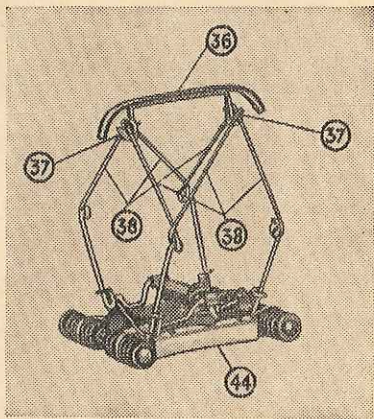

Abb. 7
Beim Fahren mit Oberleitung unterliegt der Schleifbügel (36) natürlich auch einer Abnützung. Das Auswechseln kann bei Beachtung des Nachstehenden von jedermann ausgeführt werden. Die beiden nach oben gestellten Lappen unter dem Schleifstück (37) werden waagrecht nach außen gebogen, die Scheren-Oberteile (38) aus dem Bügel (36) gelöst, der neue Bügel von der Ersatzteil-Garnitur: Bügel Type 30/60/6 eingesetzt und die am neuen Bügel schon waagrecht stehenden Lappen (37) mit einer flachen, schmalen Zange nach oben gebogen. Die kompletten Stromabnehmer (Abb. 7) sind leicht auszuwechseln. Es brauchen hier nur die beiden Schrauben an der Bodenplatte (44) gelöst und die Anschlußleitung abgelötet werden.